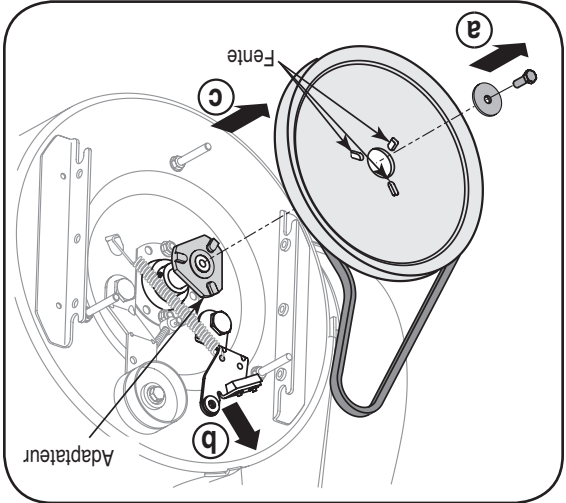

Figure 30
9. a. Utilisez une clé de 1/2 po pour enlever la vis à tête hex. et la rondelle du milieu de la poulie sur l'habillage de la tarière. Voir la Figure 30.